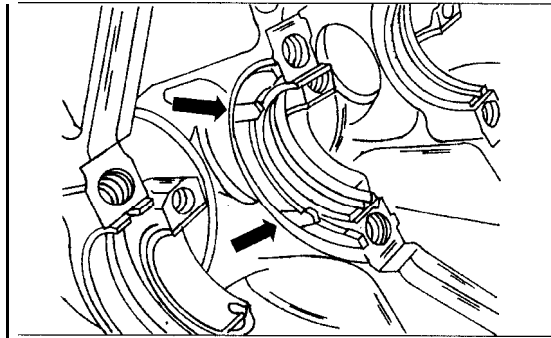

Bild 81
- Die beiden Halbscheiben in die Aussparungen des mittleren Lagerdeckels einlegen. Die Ölschmiernuten müssen nach aussen weisen. Bild 81 zeigt wie die Halbscheiben im Kurbelgehäuse sitzen. Die beiden Halbscheiben am mittleren Lagerdeckel (Passlager) anlegen. Das abgewinkelte Ende muss dabei in die entsprechende Aussparung eingreifen. Den Deckel aufsetzen, aber gleichzeitig die beiden Halbscheiben links und rechts mit den Fingern in ihrer Lage halten, damit sie nicht herausrutschen können.